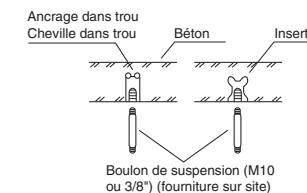

Fig. 3-3
- (3) Selon le type de plafond:
- Insérer les boulons de suspension de la manière indiquée sur la Fig. 3-3.